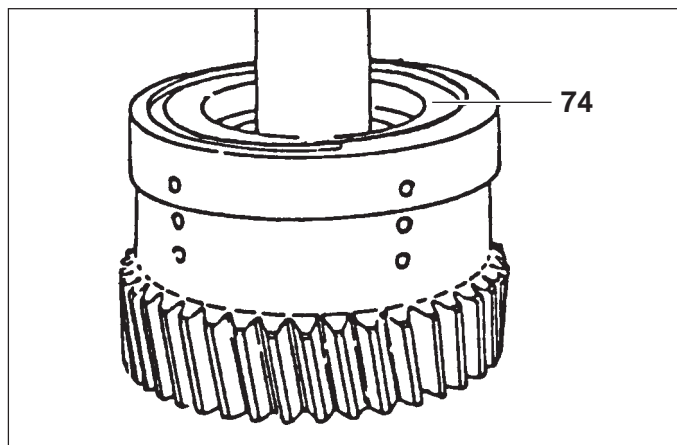

Fig. 25
- 5) Montare l'anello dentato (75) e l'anello elastico (74) (Fig. 25).
- 5) Insert the back plate (75) and snap ring (74) (Fig. 25).